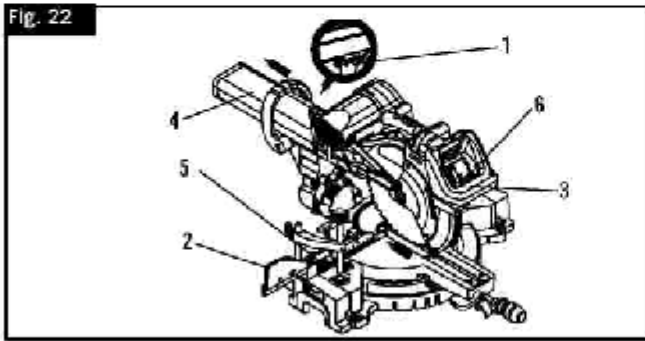

Fig. 27
### **Výměna baterií (fig. 27)**
- Vyjměte tři baterie(fig 27), a nahraďte je novými.